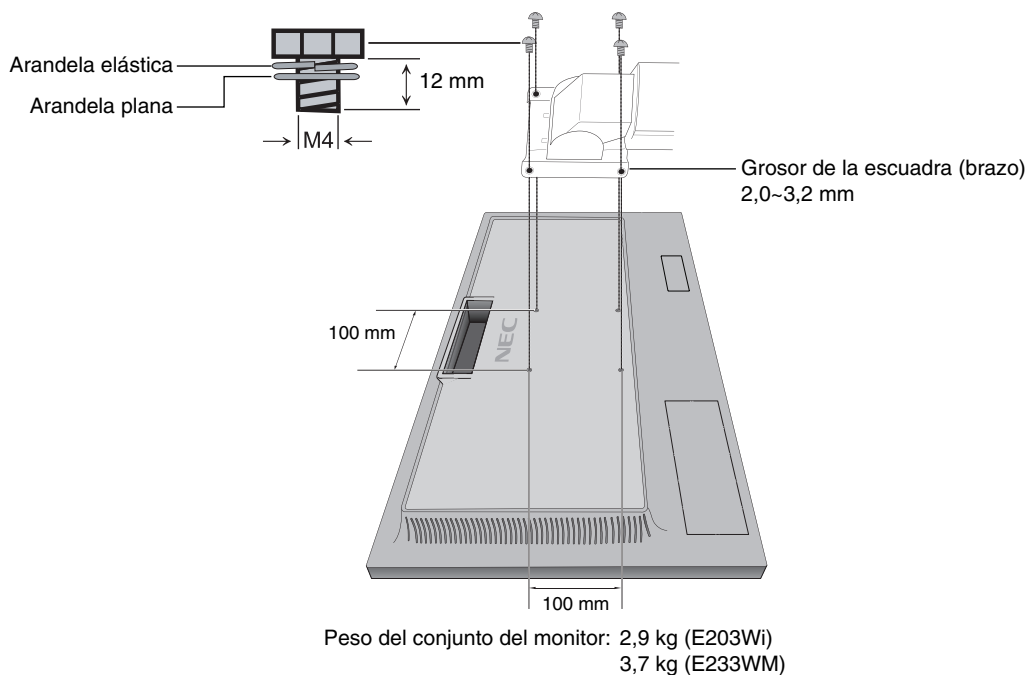

Figura F.1
2. Utilice los 4 tornillos que retiró del soporte o los tornillos especificados para fijar el brazo al monitor (**figura F.1**).
Peligro: Utilice ÚNICAMENTE los 4 tornillos que retiró del soporte o los tornillos especificados (**figura F.1**) para evitar dañar el monitor o el soporte.